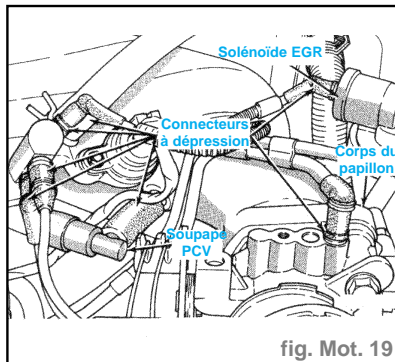

fig. Mot. 19
- vérifier les raccords à dépression au corps du papillon et à la gaine d'admission (fig. Mot. 19),